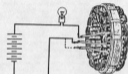

Abb. Nr. 17
- (32) Eine 12V-Batterie und eine 30W-Testlampe an die beiden Statorverbindungen anschließen. Test wiederholen und eine der zwei Statoranschlüsse gegen den dritten austauschen. Leuchtet die Testlampe bei beiden Prüfungen nicht auf, ist der Stator auszutauschen. (siehe Abb. Nr. 17).
- (33) Eine Wechselstromquelle von 110V und eine 15W-Testlampe verwenden, um die